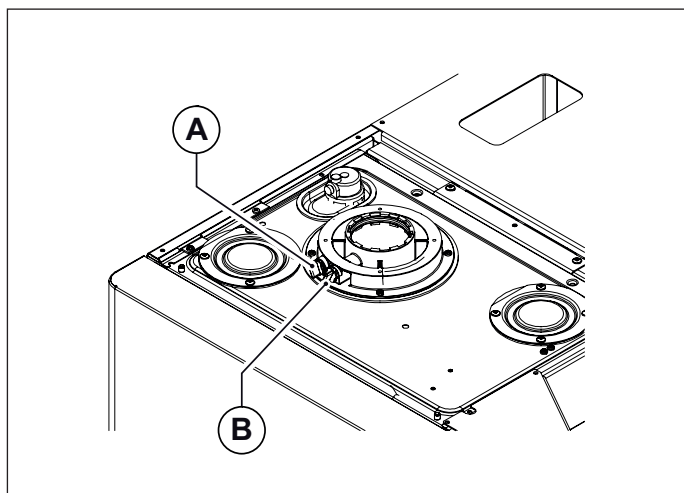
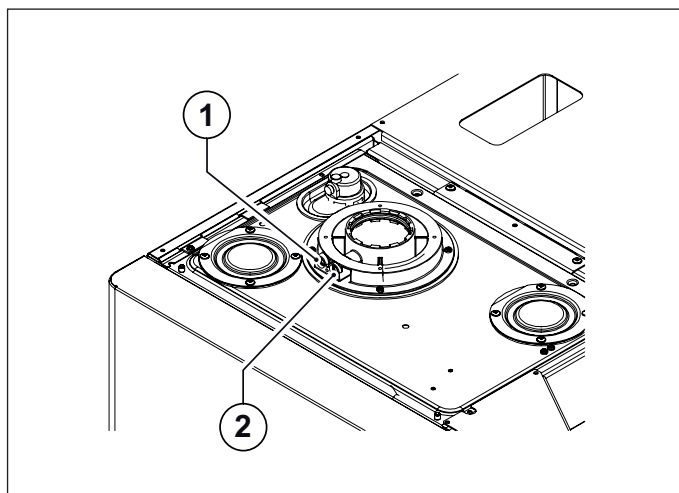

Fig. 14 Posizione tappi
Fig. 15 Posizione fori
La caldaia è provvista di una torretta per il collegamento della tubazioni di aspirazioni aria/scarico fumi (vedi Fig. 14 Posizione tappi e Fig. 15 Posizione fori).
Nella torretta sono stati predisposti dei fori per l'accesso diretto all'aria comburente ed allo scarico dei fumi (vedi Fig. 14 Posizione tappi).
Prima di effettuare le misurazioni togliere i tappi **A** e **B** dai fori predisposti sulla torretta (vedi Fig. 14 Posizione tappi).
- misura dell'aria comburente prelevata nell'apposito foro **1** (vedi Fig. 15 Posizione fori).
- misura della temperatura fumi e della CO₂ prelevata nell'apposito foro **2** (vedi Fig. 15 Posizione fori).